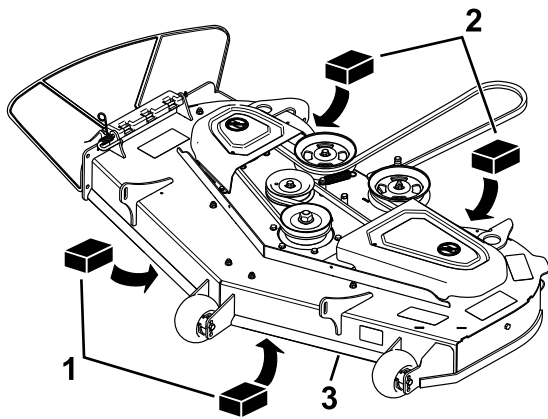

Figura 76
- Coloque dois calços de 6,6 cm de espessura cada debaixo de cada lado da extremidade frontal da plataforma, mas não debaixo dos suportes do rolo antidanos (**Figura 76**).
- Coloque dois calços de 7,3 cm de espessura cada debaixo da extremidade traseira da aba da plataforma de corte, um em cada lado da plataforma de corte (**Figura 76**).